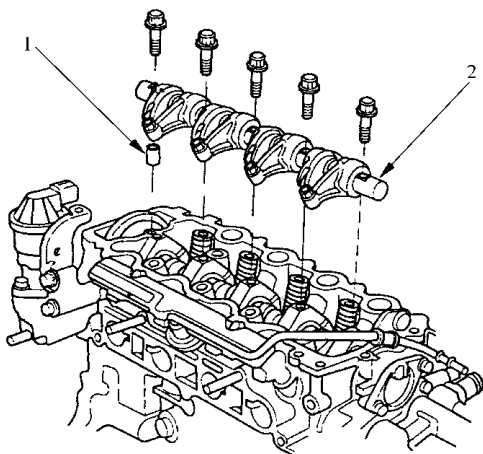

图 2-103 拆卸摇臂总成
4) 如图 2-103 所示，拆下摇臂装配螺栓，然后拆下摇臂总成。分解摇臂时，先拆除定位销，然后在摇臂轴的正时链侧拆下摇臂。